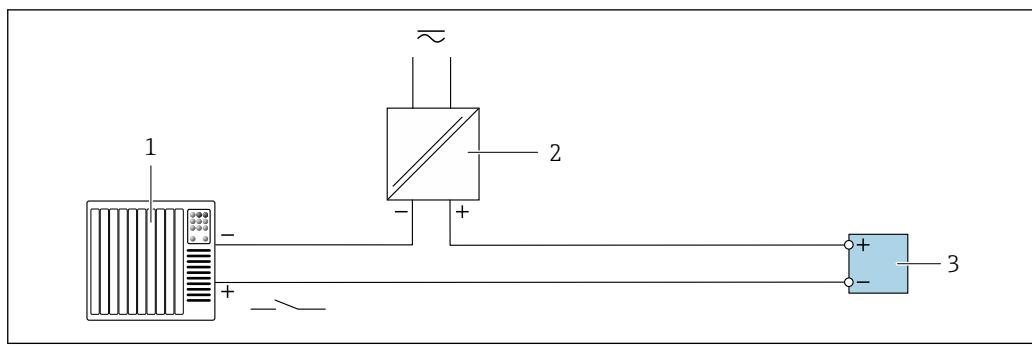

图 21 接线实例：状态输入
- 2 变送器：注意输入参数→ 图 21
- 3 变送器：注意输入参数→ 图 21